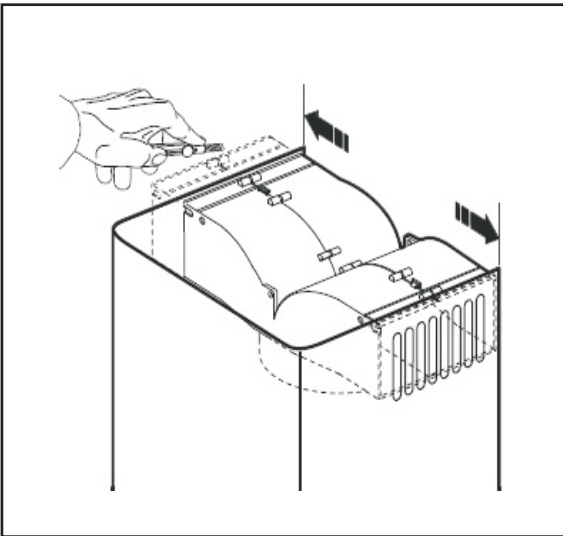

Fig.8
- Usted puede cortar fácilmente la derivación de plástico para que encaje bien en el interior de la parte superior de la chimenea telescópica decorativa y las salidas del aire queden correctamente encaradas con las rejillas de expulsión **(Fig.8)**.